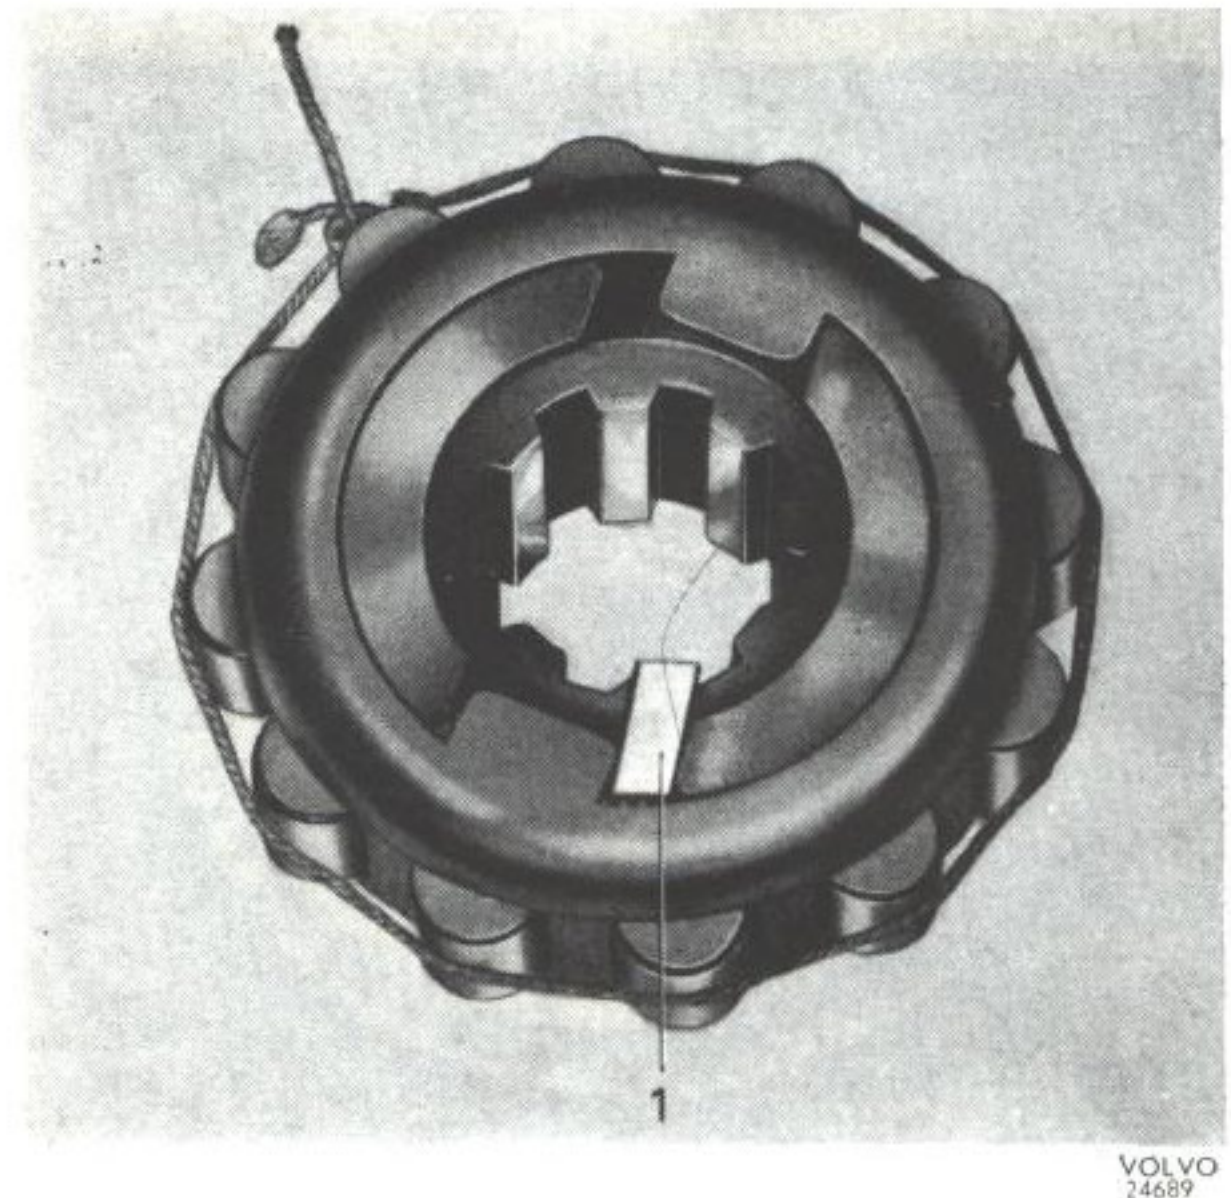
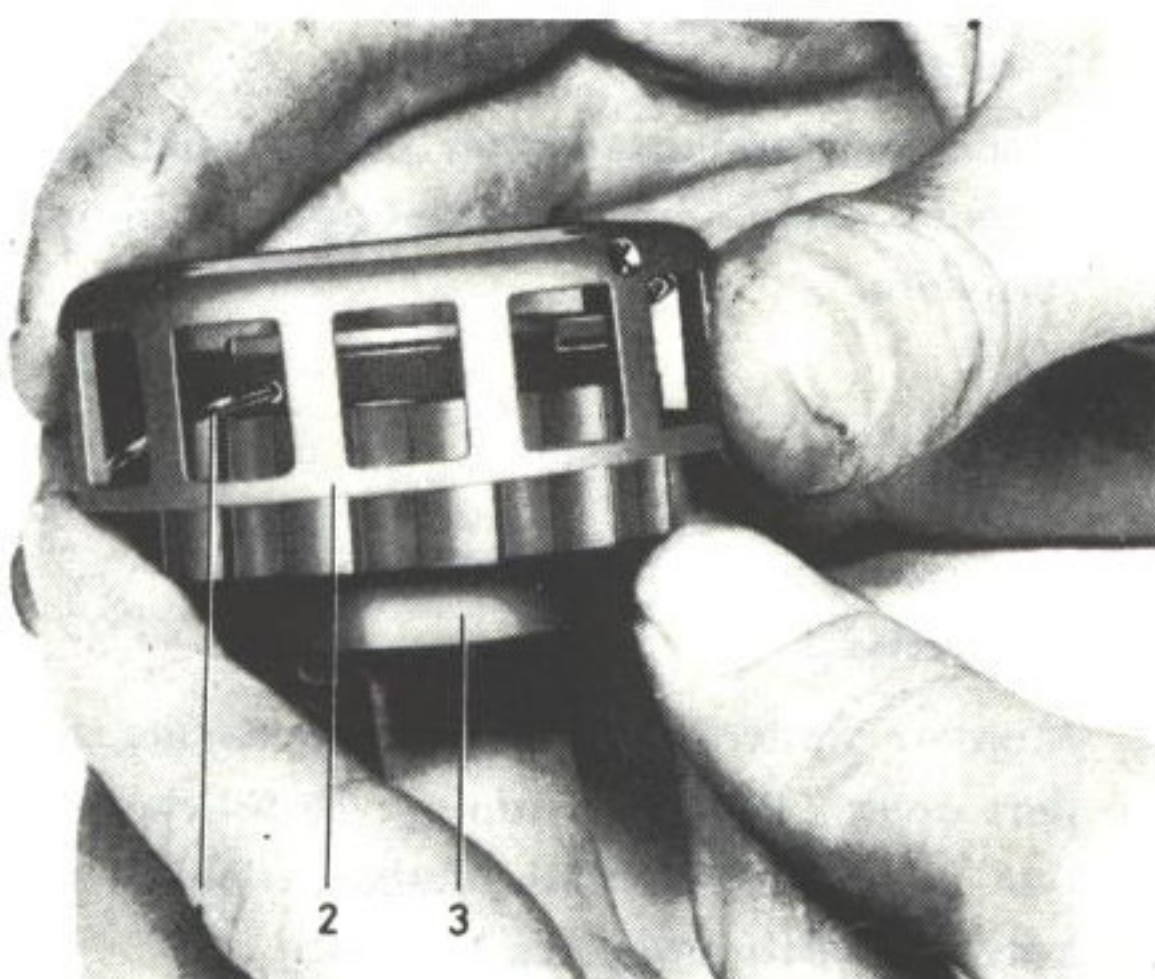

Bild 28. Hopsättning av frihjul, II
Bild 27. Hopsättning av frihjul, I
5. Montera samman frihjulets nav, fjäder och rullhållare, se bild 27. Vrid rullhållaren medurs så långt det går och lås den i detta läge med en kil enligt bild 28. Sätt i rullarna. Lägg ett gum-miband eller snöre om rullarna.